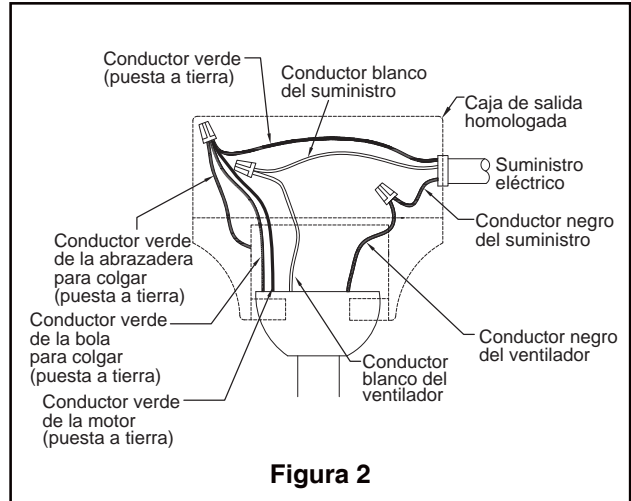

Figura 2
1. Realice las conexiones de cables al bloque del terminal como se muestra en la Figura 2.
1. Conecte el conductor verde con conexión a tierra de la bola para colgar y el conductor verde con conexión a tierra de la abrazadera para colgar al conductor de suministro con conexión a tierra (posiblemente un conductor desnudo o un cable con aislante verde). Conecte los cables a los conectores provistos de forma segura. Conecte el conductor blanco del motor del ventilador al conductor blanco (neutro) mediante el conector provisto de forma segura. Conecte el conductor negro del motor del ventilador y el conector azul al conducto negro mediante el conector provisto de forma segura. (Figura 2)